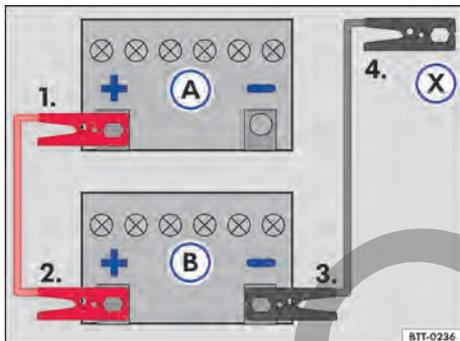

Fig. 175 Esquema para la conexión de los cables auxiliares de arranque: batería del vehículo descargada (A) y batería del vehículo que provee la corriente (B).
Leyenda para → fig. 175:
Conectar el cable de arranque auxiliar solo en la secuencia 1 - 2 - 3 - 4 → fig. 175.
- Conectar una extremidad del cable de arranque de arranque rojo al polo positivo (+) del vehículo con la batería del vehículo descargada → fig. 175 (A) → ⚠️.
- Conectar el otro extremo del cable de arranque auxiliar rojo al polo positivo (+) del vehículo que suministra corriente (B).
- Conectar un extremo del cable de arranque auxiliar negro (X) al vehículo con la batería del vehículo que suministra la corriente (B).
- Conectar el otro extremo del cable de arranque auxiliar negro (X) al vehículo con la batería del vehículo descargada en una pieza maciza de metal atornillada firmemente al bloque del motor o en el mismo bloque del motor - aunque no cerca de la batería (A) → ⚠️.